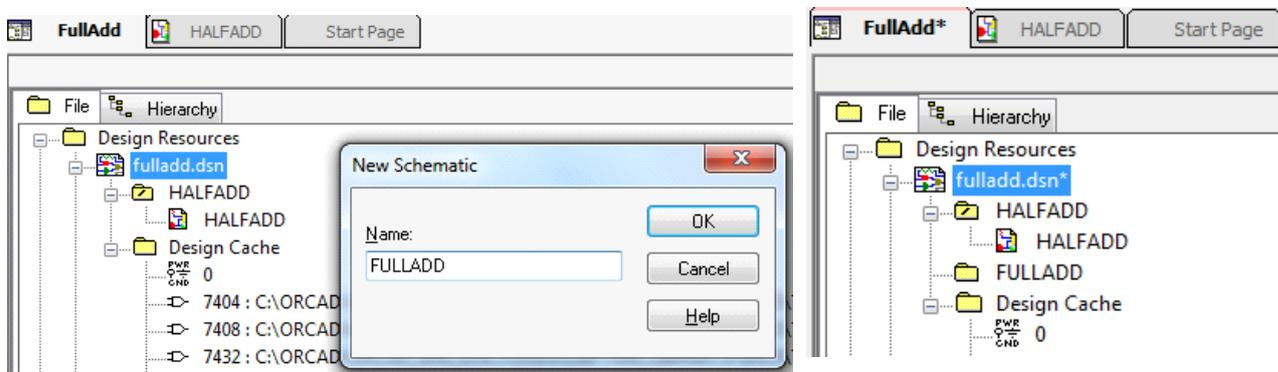

Рис. 8.8. Создание папки FULLADD
2. В диалоговом окне Schematic укажите имя новой схематическом папки как FULLADD и нажмите ОК (рис. 8.8).